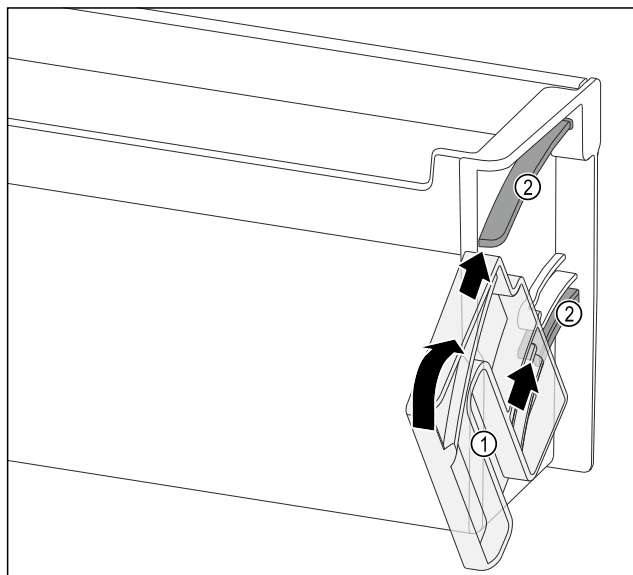

Fig. 100
- Plasser den dreibare enheten Fig. 100 (1) slik at fordypningene ligger nøyaktig overfor føringskanalene Fig. 100 (2) til dørhyllen.
- Vri den dreibare enheten Fig. 100 (1) i den angitte retningen.